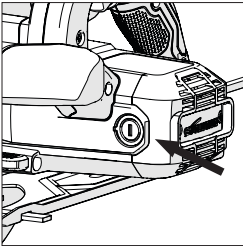

Fig. 18
- Desfaceți capacele de plastic din spatele carcasei motorului. (**Fig. 18**) Avei grijă, căci capacele sunt cu arc.